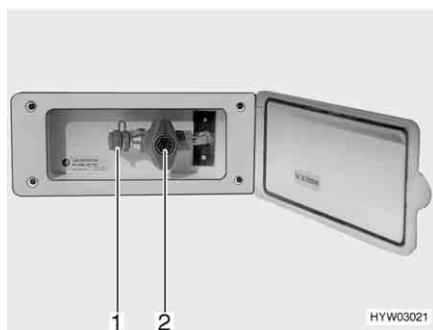

Fig. 87 Presa gas esterna, rubinetto di arresto del gas chiuso
La presa gas esterna si trova (Fig. 87) sul lato anteriore destro vicino al vano portabombole.
- Collegare l'apparecchio a gas esterno all'attacco (Fig. 87,1).
- Aprire il rubinetto di arresto del gas (Fig. 87,2).